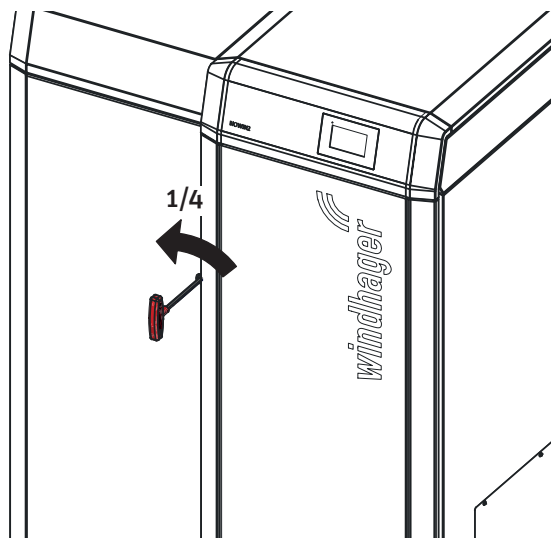
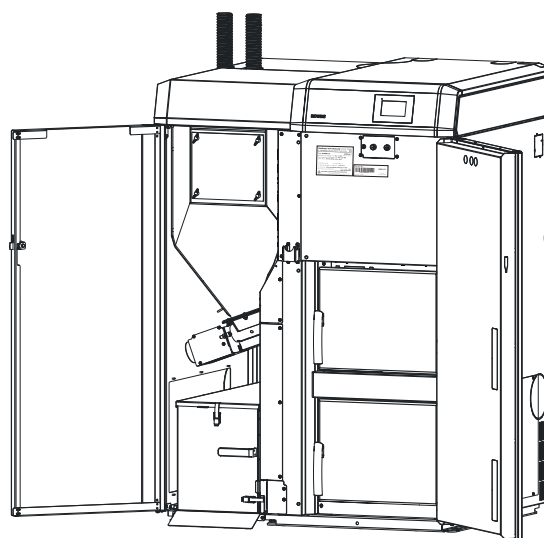

Fig.4 Aprire la porta di contenimento con la chiave a brugola
Fig.5 Porta di contenimento aperta
- Inserire la chiave a brugola, ruotare di un quarto di giro verso sinistra e aprire la porta di contenimento – Fig.4, Fig.5.